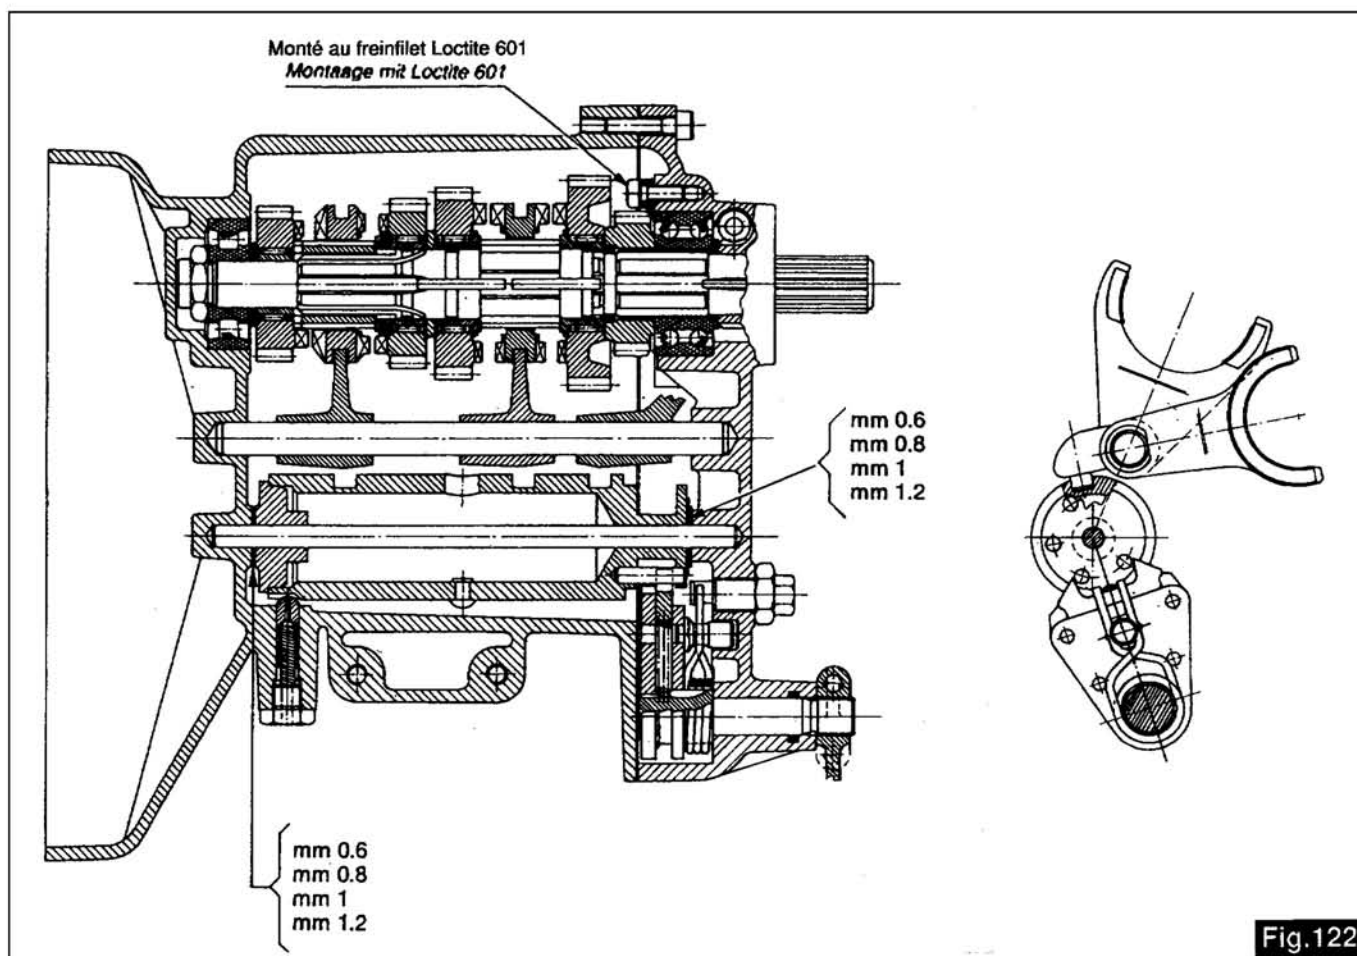

Fig.122
■ engagez les vitesses de la 1^{re} à la 5^e et vice-versa, puis au point mort. Si le passage de vitesses n'est pas souple, il y a lieu de démonter de nouveau le couvercle et de placer d'autres rondelles d'épaisseur entre le carter et le tambour en cas d'enclenchement dur de la 1^{re} et la 3^e et entre le tambour et le couvercle dans le cas où la 2^e et la 4^e s'engagent difficilement. Les rondelles sont fournies en mesures de 0,6 - 0,8 - 1 - 1,2 mm (voir fig.122).
■ Schaltkupplung vom 1. bis zum 5. Gang prüfen; vom 5. Gang auf den 1. Gang zurückschalten und schließlich Leerlauf einlegen. Sollte beim Schalten leichter Widerstand auftreten, muß der Deckel erneut abmontiert werden und entsprechend Zwischenlege-scheiben zwischen Gehäuse und Trommel eingefügt werden, falls der Widerstand beim Schalten zwischen dem 1. und 3. Gang auftritt und zwischen Trommel und Gehäuse, falls der Widerstand beim Schalten zwischen dem 2. und 4. Gang auftritt. Die Distanzscheiben werden in den folgenden Stärken geliefert: 0,6 - 0,8 - 1 - 1,2 mm (siehe Abb.122).